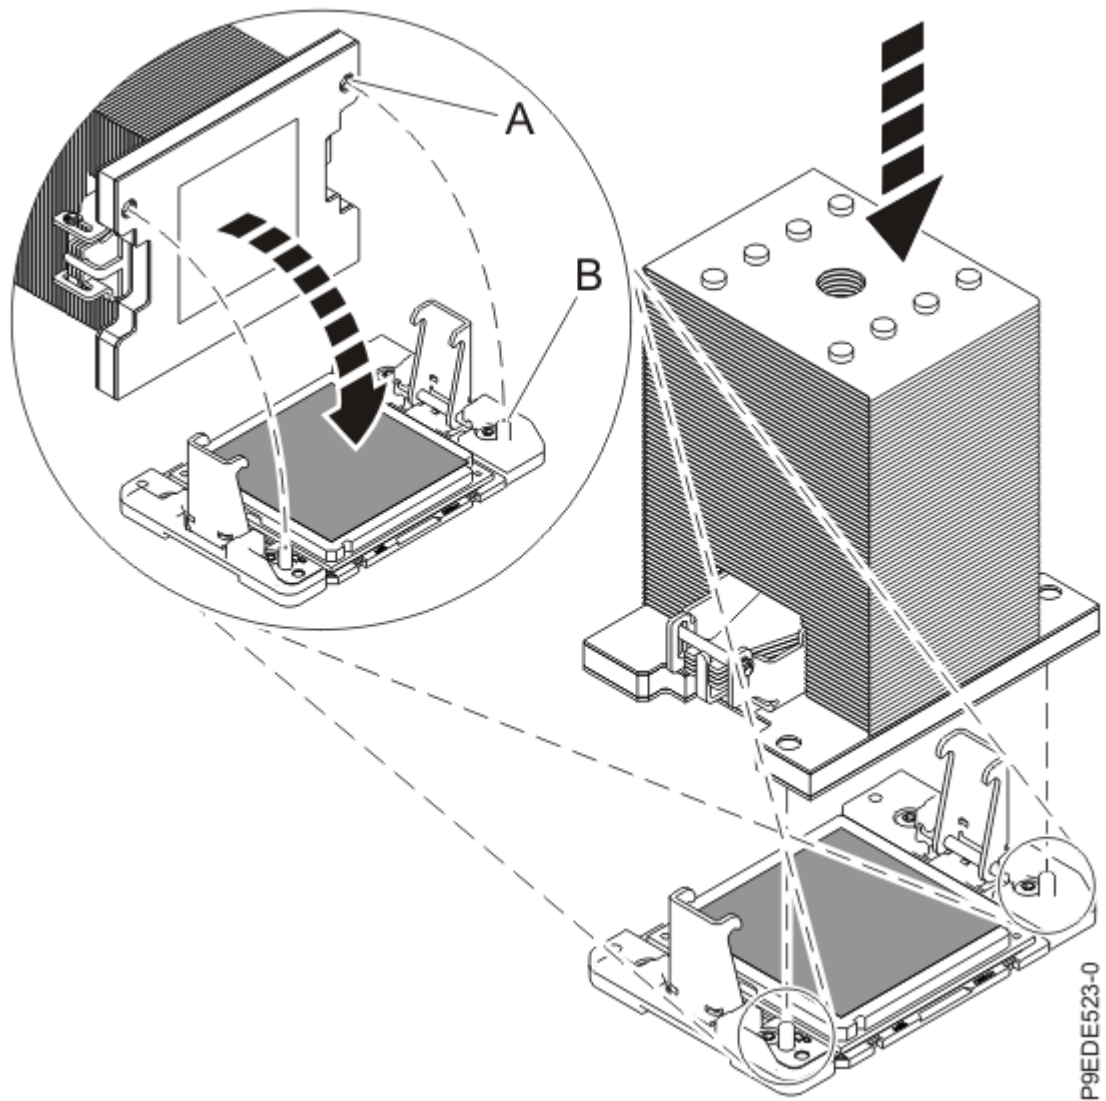

図 29. TIM へのヒート・シンクの取り付け
b) ヒート・シンクを TIM の上に置きます (31 ページの図 29 を参照)。